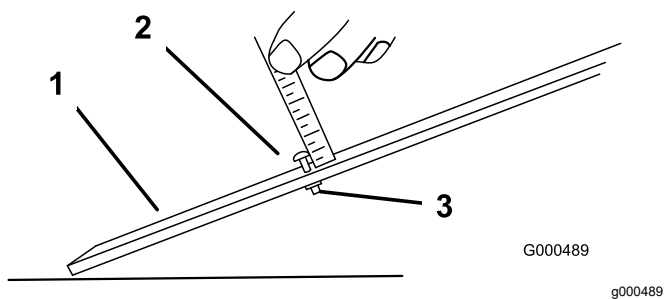

図 9
1. ゲージバーのナットをゆるめ、調整ねじを希望の刈り高に合わせる図 9。